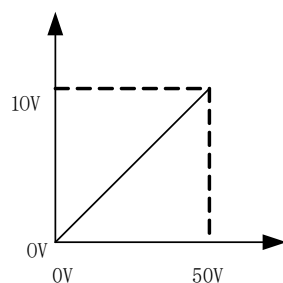

图 4-9 信号等效电路
5. 焊机分别模式实际设定电压值与焊机电压模拟量接收值之间的对应关系，如图 4-9 所示；